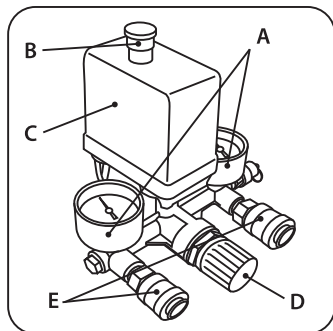

рис. 11
По истечении времени обкатки закройте клапан слива конденсата и проверьте, чтобы компрессор нагнетал воздух в ресивер и останавливался автоматически по достижении максимального рабочего давления, указанного на индикаторе манометра (А) (рис. 11).
Компрессор работает полностью автоматически при помощи реле давления (С) (рис. 11), останавливающего двигатель по достижении максимального давления и запускающего компрессор при падении давления до минимального установленного уровня (на 2 бара меньше максимального рабочего давления).
Регулировка и контроль выходного давления сжатого воздуха возможны с помощью выходного редуктора и манометра расхода выходного воздуха. Для выполнения этой операции нужно повернуть вентиль редуктора (D) (рис. 11) по часовой стрелке для увеличения давления, против часовой стрелки — для уменьшения давления. По окончании работы рекомендуется перевести значение выходного давления на ноль по манометру (A) (рис. 11). Данная операция необходима, чтобы предотвратить увеличение погрешности манометра и быстрый износ редуктора.
Подключение пневматического инструмента к компрессору осуществляется с помощью выходного быстросъемного штуцера (E) (рис. 11).